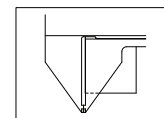

Fig.3
- Il calibro a corsoio orizzontale è impostato sullo zero (Fig. 3). Chiudere le ganasce del calibro orizzontale e premere il pulsante '0' per impostare lo zero.